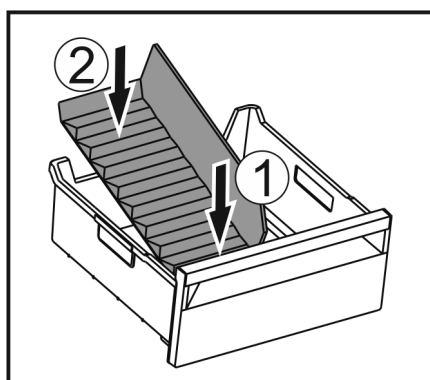

Fig. 187
- ▶ Helyezze be a jégrekesz-elválasztó elülső részét. Fig. 187 (1)
- ▶ Süllyessze le a jégrekesz-elválasztó hátsó részét a fiók aljáig. Fig. 187 (2)